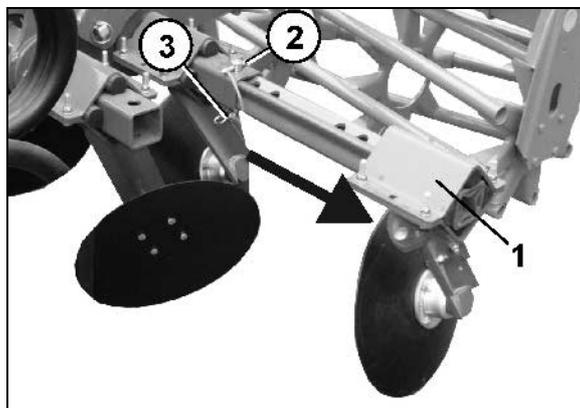

Рис. 34
Приведение обоих крайних дисков (Рис. 34) в рабочее положение:
- Извлеките крайние диски (Рис. 34/1) и закрепите их при помощи крепежных пальцев (Рис. 34/2) и пальцев с пружинной защелкой (Рис. 34/3).